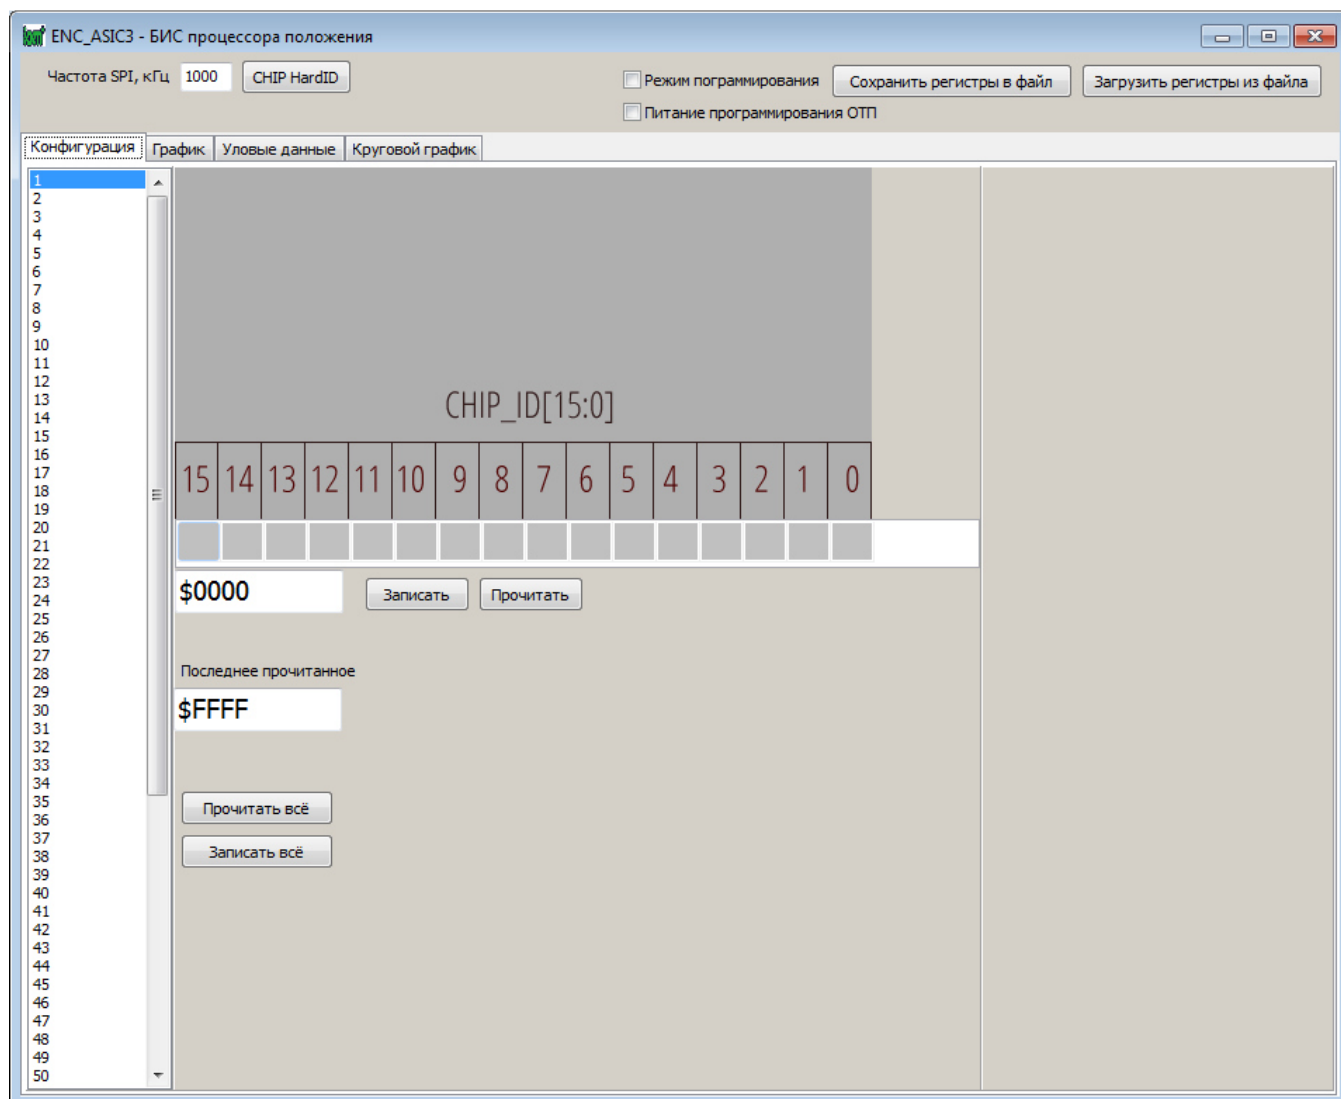

Рис. 1. Основное окно приложения ENC\_ASIC3
2. Запустить программатор (рис.1):